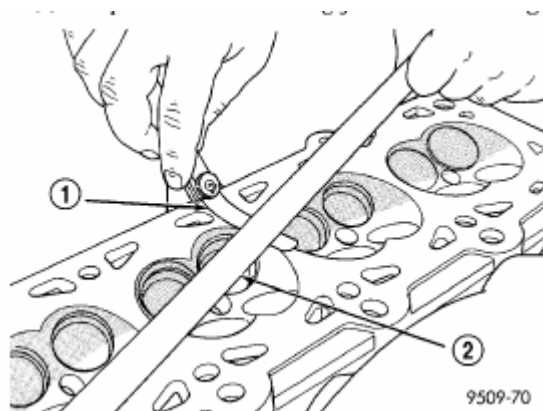

Рис. 6. Проверка плоскостности головки блока.
- (1) Плоскостность головки блока должна быть в пределах 0.1 мм (0.004 дюйм.) (Рис. 6).
- (2) Проверить отсутствие забоин на шейках распределительного вала.